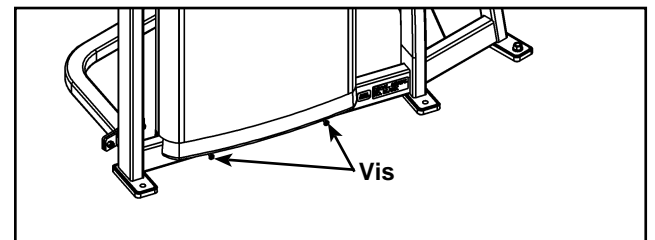

Figure 11
- A. Remettez avec précaution le capot arrière en place sur les deux vis inférieures. Reportez-vous à la figure 11.